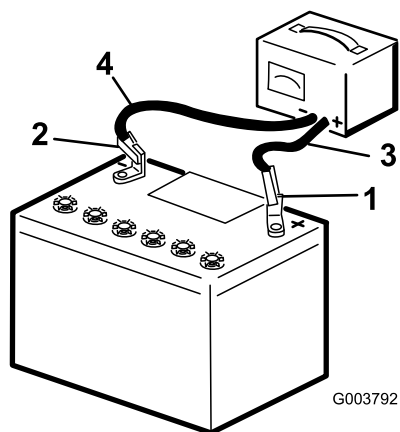

Figura 37
luego desconecte los cables del cargador de los bornes de la batería (Figura 37).
3. Cargue la batería durante 10 a 15 minutos a 25–30 amperios, o durante 30 minutos a 4–6 amperios (Figura 37). No sobrecargue la batería.